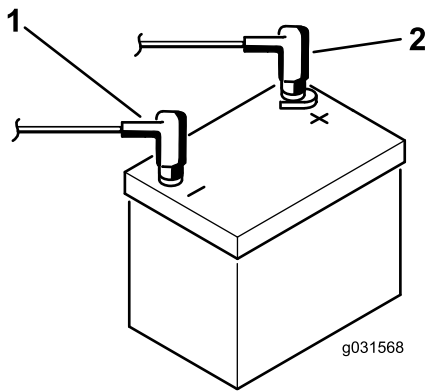

Figura 4
8. Conecte el cable positivo (rojo) al borne positivo (+) y el cable negativo (negro) al borne negativo (-) de la batería usando los pernos y las tuercas (Figura 4).